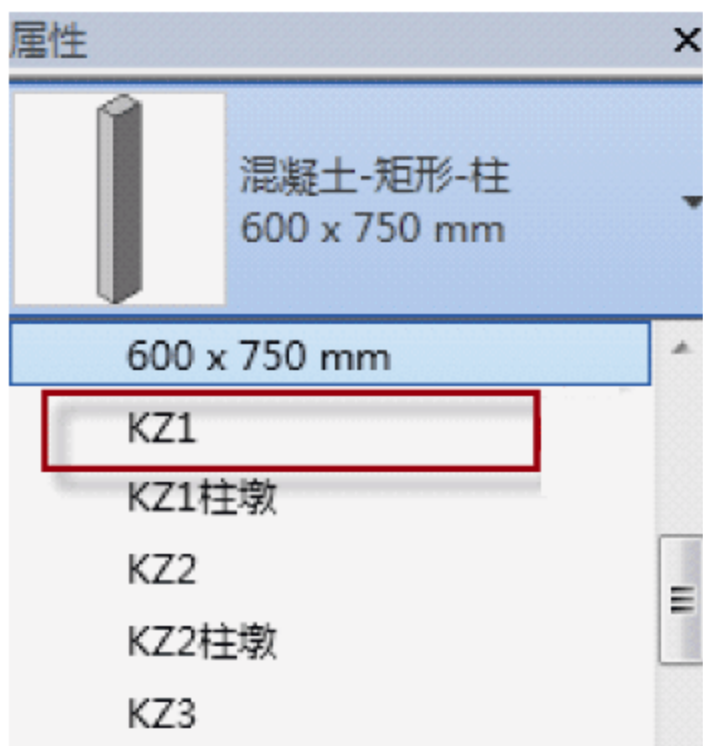
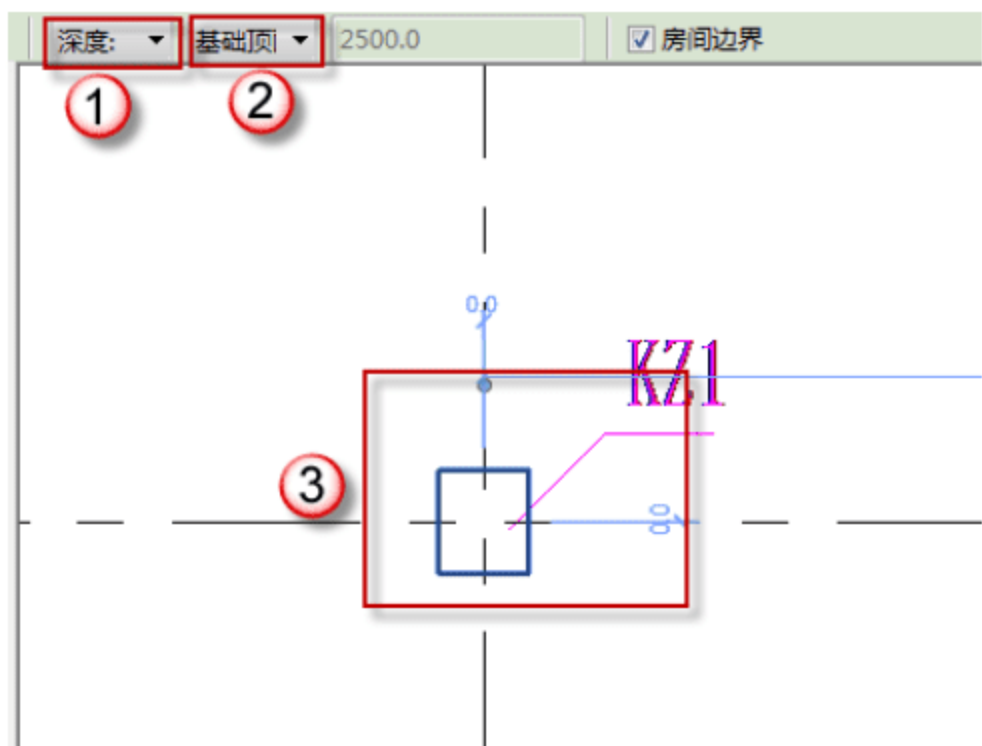

图 3.1.32 KZ1 属性
图 3.1.33 KZ1 的绘制
(17) 建立柱 KZ1。按快捷键 C+L（绘制结构柱），在“属性”面板中选择“混凝土-矩形-柱”柱类型，选择 KZ1 框柱，如图 3.1.32 所示。然后选择“深度”→“基础顶”选项，最后将 KZ1 绘制在柱定位处，如图 3.1.33 所示。